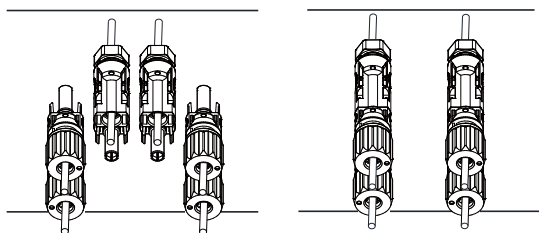

Figura 16. Conexão CC
3. Finalmente insira os conectores nas entradas positivo e negativo do inversor, mostrado na figura 16.